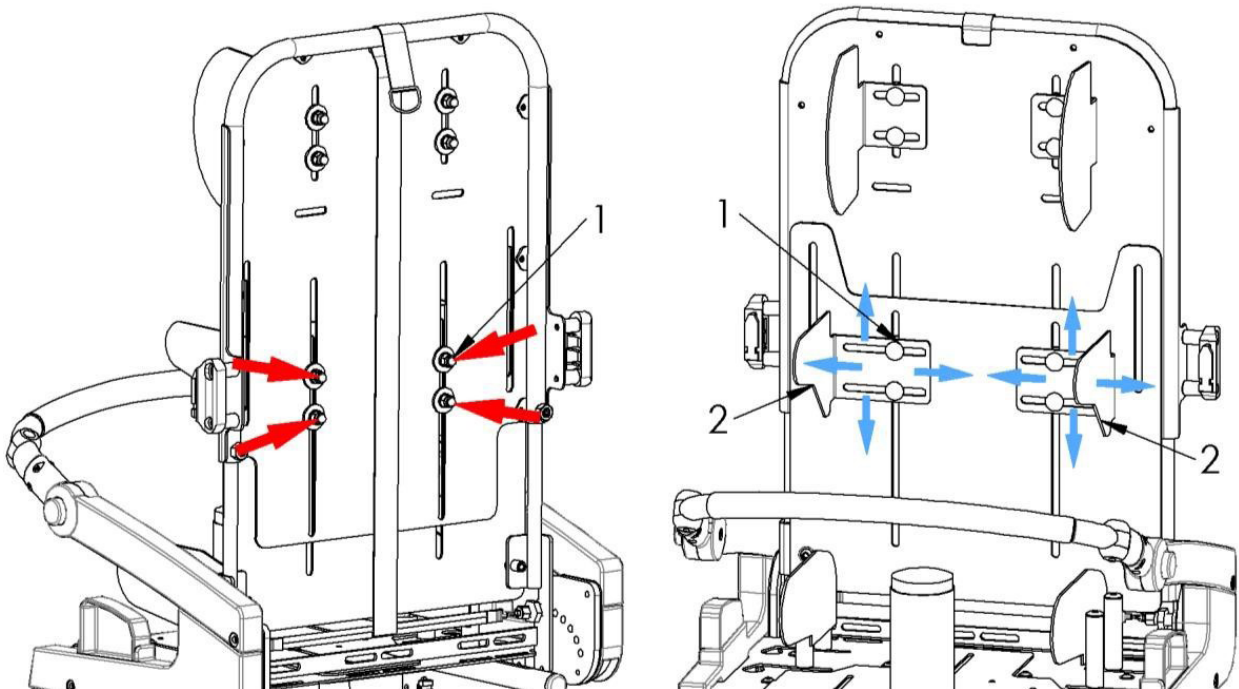
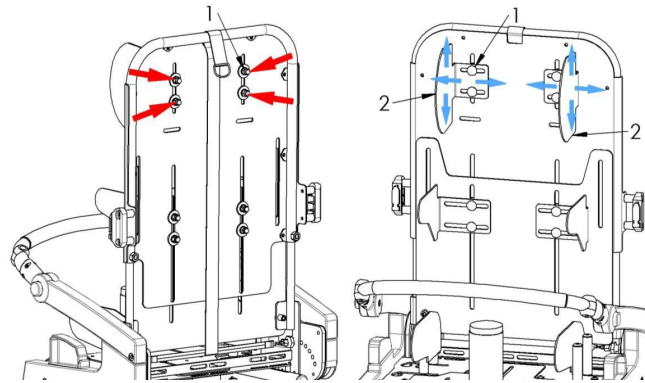

рис. 19
рис. 20
Потяните основание сиденья в нужное положение, рис. 20, затем зажмите кнопку (1) пока не возникнет заметного сопротивления, рис. 19. Возможно отрегулировать глубину сиденья до: 20 – 30 см.
Для регулировки положения боковых упоров для туловища (2) ослабьте ручку (1), Рис. 19, затем отрегулируйте положение упоров (2). После установки упоров в нужное положение затяните ручки блокировки (1). Правый и левый упоры независимые и могут регулироваться отдельно друг от друга.
Для регулировки положения боковых упоров для головы (2) ослабьте ручку (1), Рис. 20, затем установите упоры (2) в требуемое положение и затяните ручку (1), блокируя возможность перемещения упоров. Правый и левый упоры независимые и могут регулироваться отдельно друг от друга.